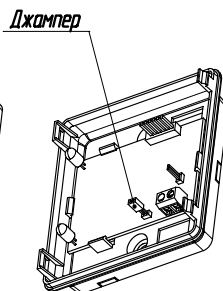

Рисунок 6
- если необходимо отключить световую индикацию (установлена по умолчанию) – нужно снять джампер (см. рисунок 6)